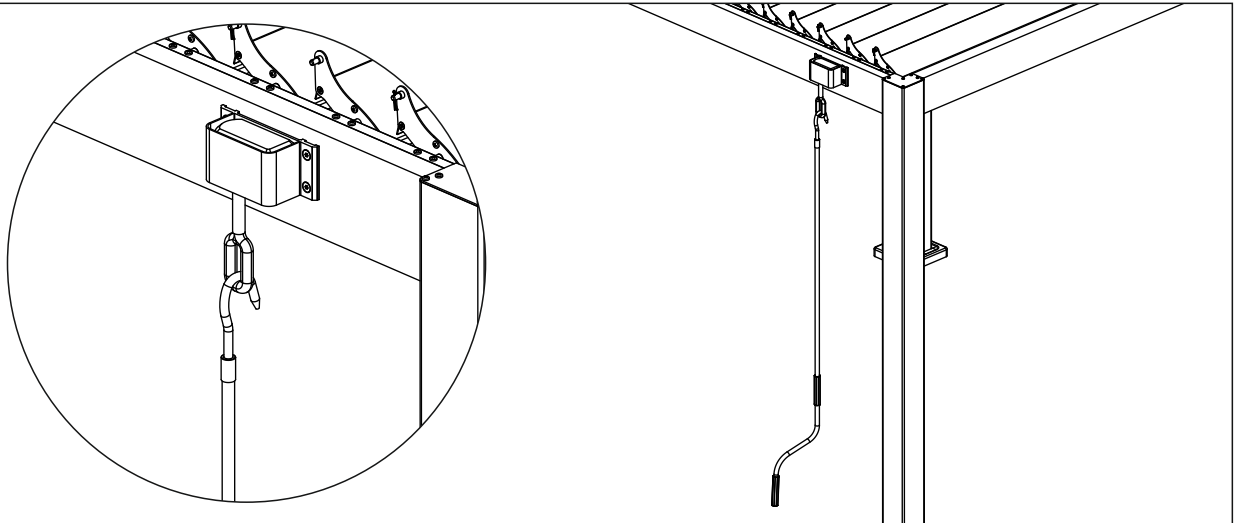

Abb. 21
10.1. Befestigen Sie zum Schluss die Handkurbel an der manuellen Bedienungseinheit. Siehe Abb. 21.